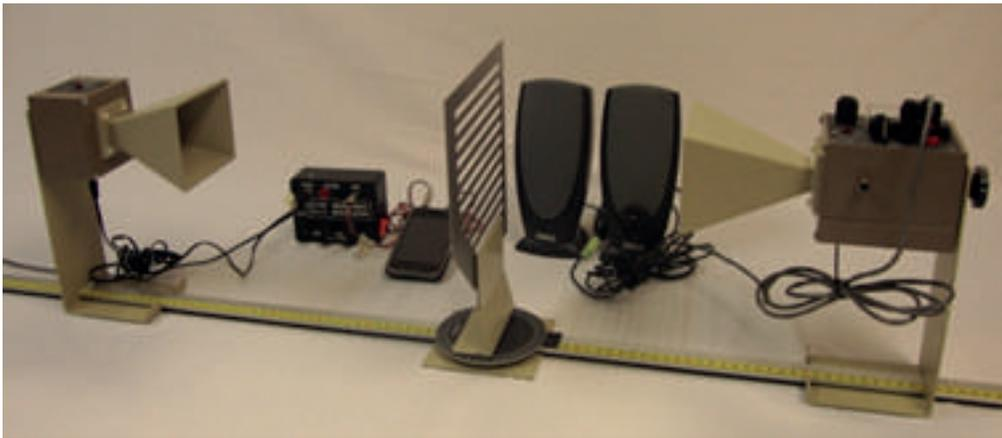
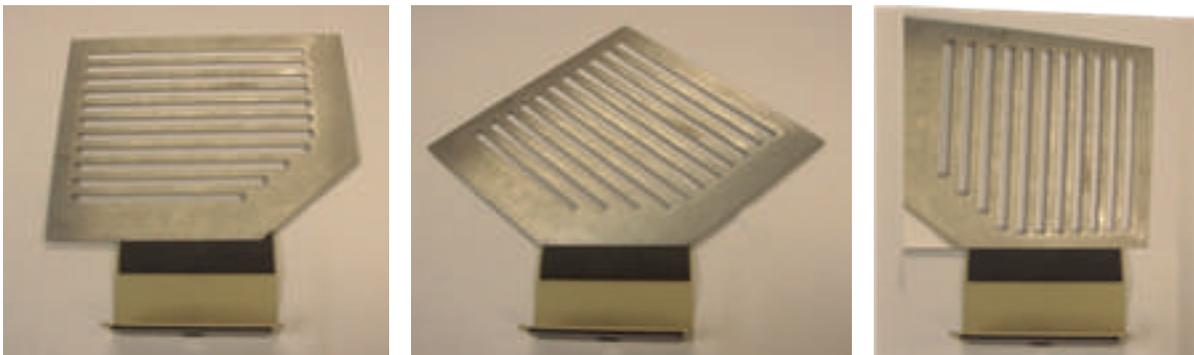

Figura 9.8. Polarización de una señal de audio con rejilla a 0°
Figura 9.9. Rejilla a 0° , 45° y 90° (dependiendo de la posición de los conos)
- I) Coloque ambos conos a 0° , en el centro del goniómetro, coloque la rejilla del polarizador (figura 9.8), alineada (con respecto a los conos), a los ángulos de la tabla 9.3 (figura 9.9).